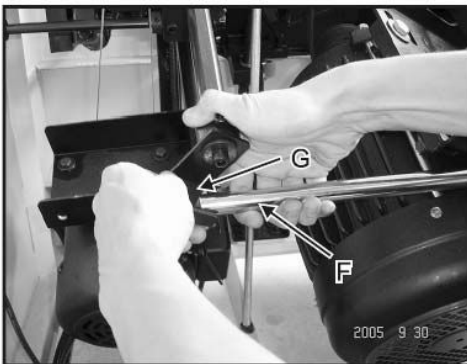

Fig. 3
4. Потяните длинную ручку F к крючку G (см. рис. 3).